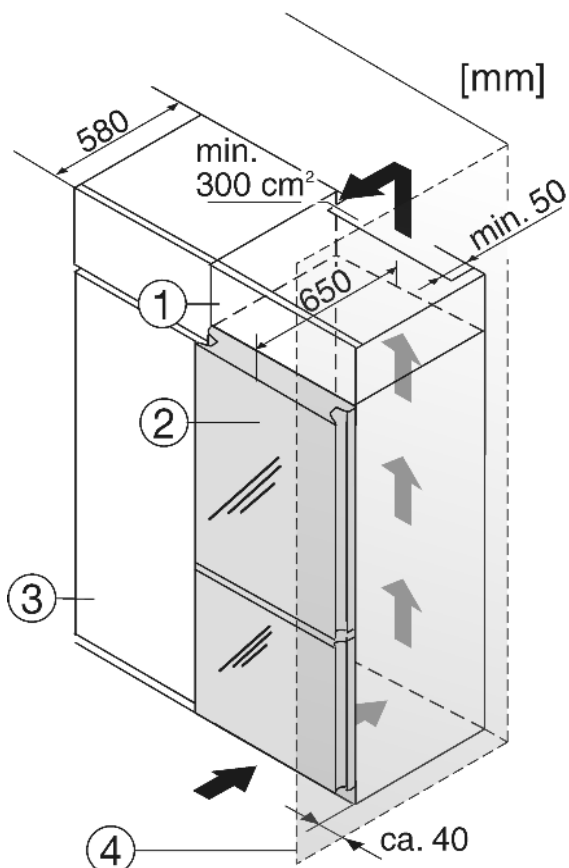

Fig. 17
- (1) Дополнительный шкафчик (3) Кухонный шкаф
(2) Устройство (4) Стенка
Устройство может быть окружено предметами кухонной обстановки. Чтобы уравнять устройство Fig. 17 (2) по высоте с кухонной стенкой, можно установить над устройством соответствующий дополнительный шкафчик Fig. 17 (1).
При комбинировании с обычными кухонными шкафами (глубина макс. 580 мм) устройство можно установить непосредственно рядом с кухонным шкафом Fig. 17 (3). Дверь устройства выступает на 70 мм относительно передней стенки кухонного шкафа. Поэтому ее можно свободно открывать и закрывать.
Если устройство установлено на шарнирах у стены Fig. 17 (4), то расстояние между устройством и стеной должно быть не менее 40 мм.